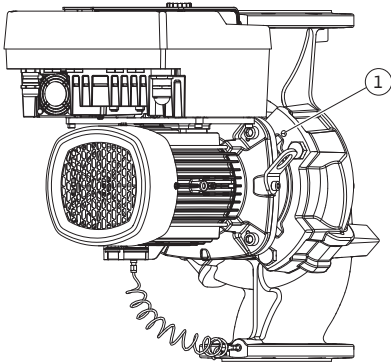
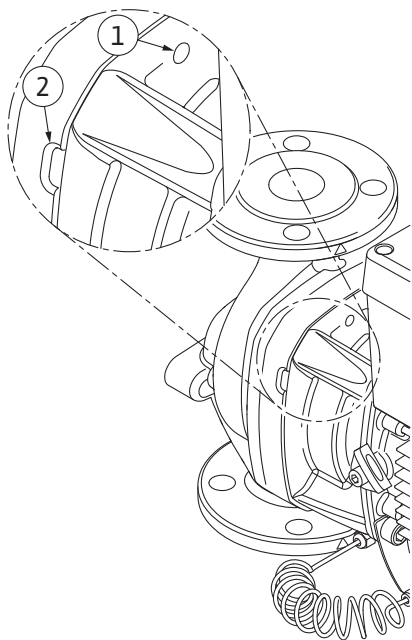

Fig. 104: Виштовхування вставного модуля через різьбові отвори
Fig. 105: Різьбові отвори та прорізи для виштовхування вставного модуля з корпусу насоса
12. Для типу насоса (Fig. III, IV) відкрутити гвинти поз. 29. Використовувати два сусідні різьбові отвори (Fig. 104, поз. 1) і відповідні гвинти, надані на місці встановлення (наприклад, M10x25 мм). Виштовхнути вставний модуль із корпусу насоса. Для типу насоса (Fig. I і Fig. II) використовувати два різьбові отвори M10 (див. Fig. 105) і відповідні гвинти, надані на місці встановлення (наприклад, M10x20 мм). Для виштовхування також можна використовувати прорізи (Fig. 105, поз. 2). Для цього вставити туди, наприклад, дві викрутки й використати їх як важіль. Пройшовши 15 мм, модуль виходить за межі корпусу насоса.